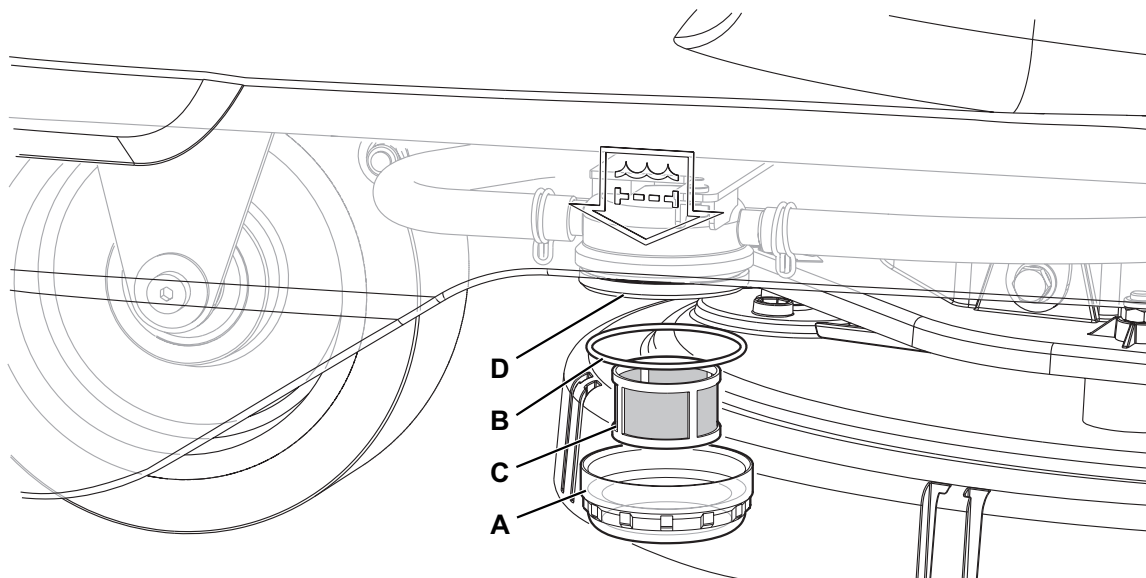

Figure 12
2. S'assurer que la machine est éteinte avec la clé opérateur (41) retirée.
3. Fermer le robinet de l'eau de lavage (9). Le robinet est fermé quand il se trouve dans la position (9-B) et ouvert quand il se trouve dans la position (9-A).
4. Dévisser le petit glas transparent (A, Fig. 12), récupérer le joint d'étanchéité (B), puis retirer le filet filtrant (C). Les laver et les rincer avec de l'eau, puis les réinstaller soigneusement sur le support filtre (D).